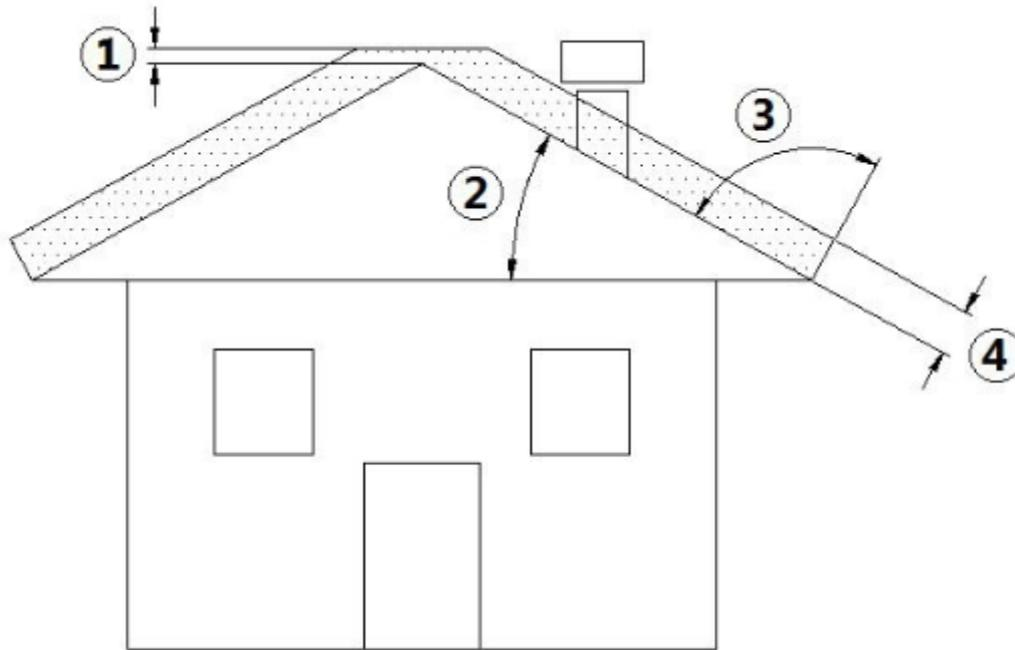

Fig 2 - Tetto inclinato
### LEGENDA Fig 2
- La quota di sbocco in atmosfera deve essere al di fuori della zona di reflusso provocata dalla conformazione del tetto o da ostacoli che si trovano in prossimità (vedi **Errore. L'origine riferimento non è stata trovata. a pag. Errore. Il segnalibro non è definito. e Fig 2 a pag. 6**).